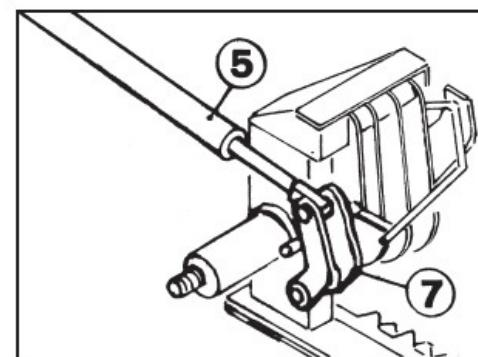

FIG. 3.4
- 5) Per i Mod. BFS 240/H e BFS 270/H, inserire il cilindro idraulico (5) nella posizione (7) (Fig. 3.4).
- 5) For the models BFS 240/H , BFS 270/H insert hydraulic shaft position 5, figure 3.4 to link position 7, always in Figure 4.
- 5) Para los modelos BFS 240/H y BFS 270/H, inserir el cilindro hidráulico (5) en la posición (7) (Fig. 3.4).
- 5) Pour les Mod. BFS 240/H et BFS 270/H, insérer le cylindre hydraulique (5) dans la position (7) (Fig. 3.4).